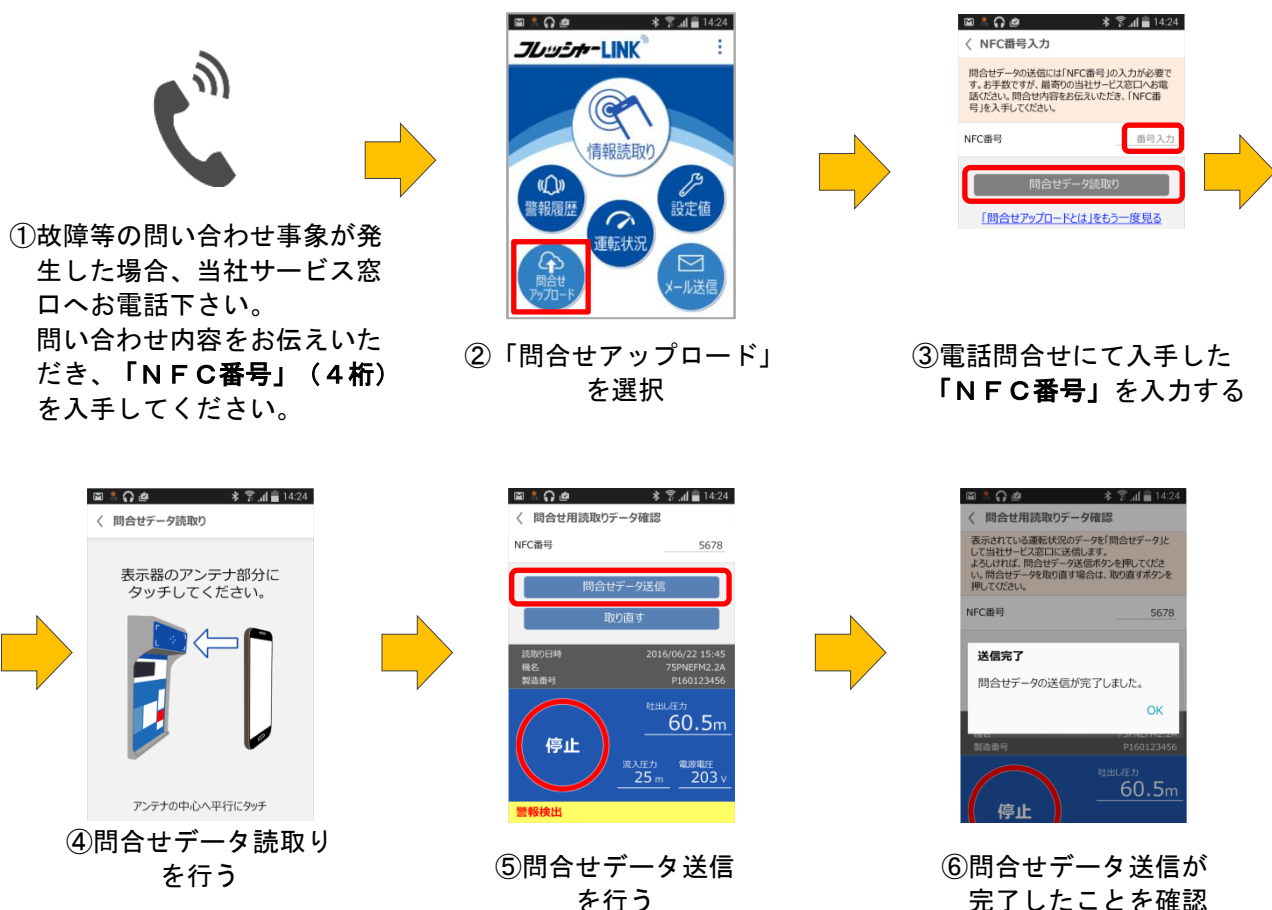

図 26 問合せアップロード
問合せアップロードは図 26 の①～⑥の手順で行ってください。